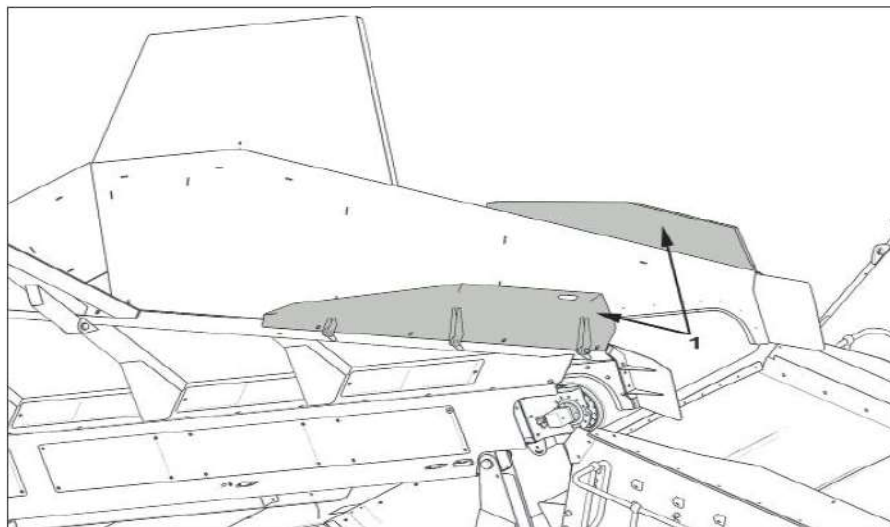

Figure 4.44 - Vleugelplaten toevoerband
4. Draai beide vleugelplaten in de bedrijfspositie, zoals weergegeven op afb. 4.44, items (1).